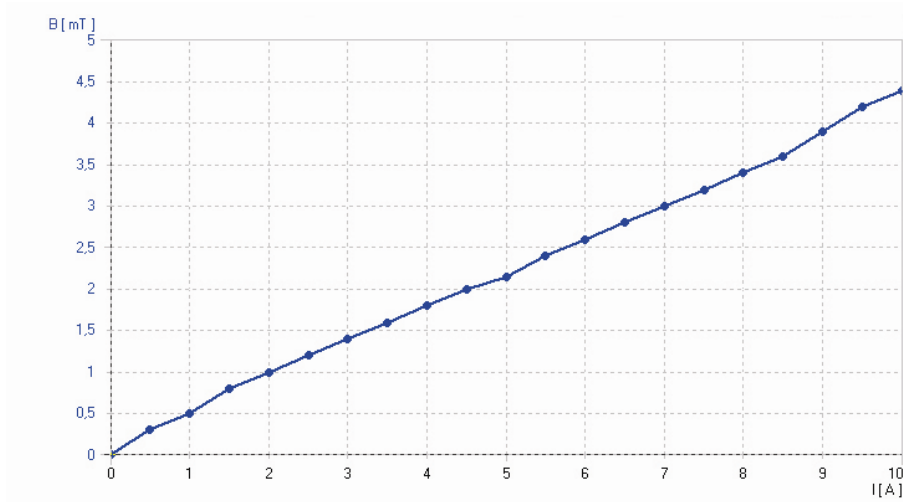

Fig. 2 Campo magnético en función de la corriente
- Elevar la corriente en la bobina de campo de 0 hasta 10 A, en pasos de 0,5 A, y detectar la correspondiente densidad de flujo (fig. 2).